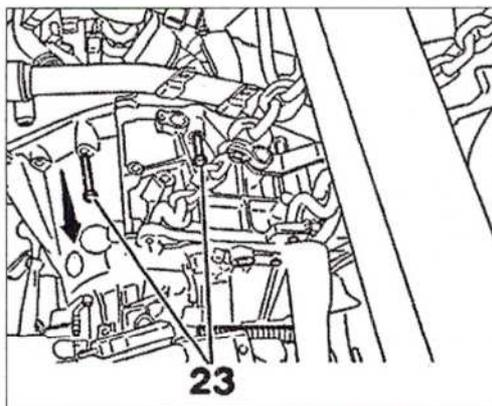

FIG. 12
- Los separadores elásticos (20).
- Los tornillos (21) y el soporte (22).
- Desmontar los tornillos (23) (Fig.12).